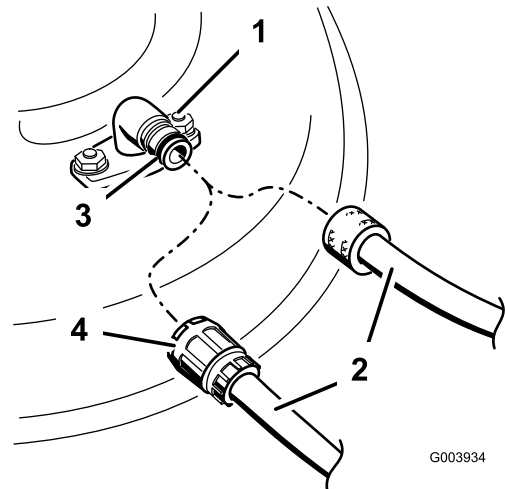

Figura 58
3. Conecte el acoplamiento de la manguera al extremo del conector de lavado del cortacésped, y abra el grifo al máximo (Figura 58).